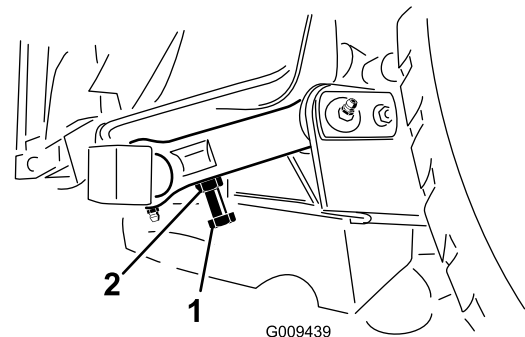

Bild 28
3. Sie können den Abstand mit der Einstellschraube am hinteren Gelenkverbindungsteil des Mähwerks einstellen (Bild 28).